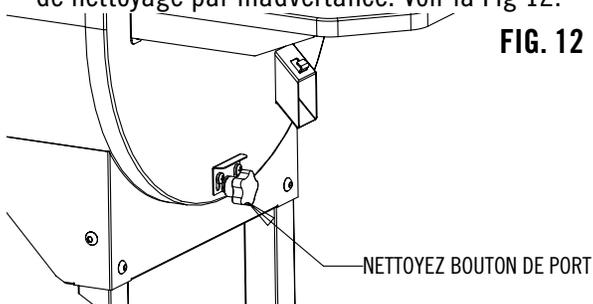

FIG. 12
1. Le bouton de la tige de la zone de nettoyage doit être enfoncé lorsque le barbecue est allumé. S'assurer que le système de blocage de la tige est tiré vers le bas et bloque le bouton afin d'empêcher l'ouverture de la zone de nettoyage par inadvertance. Voir la Fig 12.